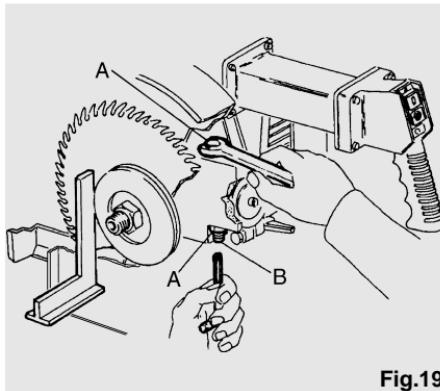

Fig.19
- Controlar con una escuadra que la hoja esté perfectamente perpendicular al plano (ver fig. 19). Si así no fuera, actuar sobre la tuerca (A) con una llave de boca abierta de 13 y sobre el tornillo sin cabeza con una llave para tornillos Allen. Aflojando el tornillo sin cabeza superior y apretando el inferior y viceversa, una vez en-contrada la perpendicularidad apretar la tuerca (A) bloqueando los tornillos sin cabeza en posición.